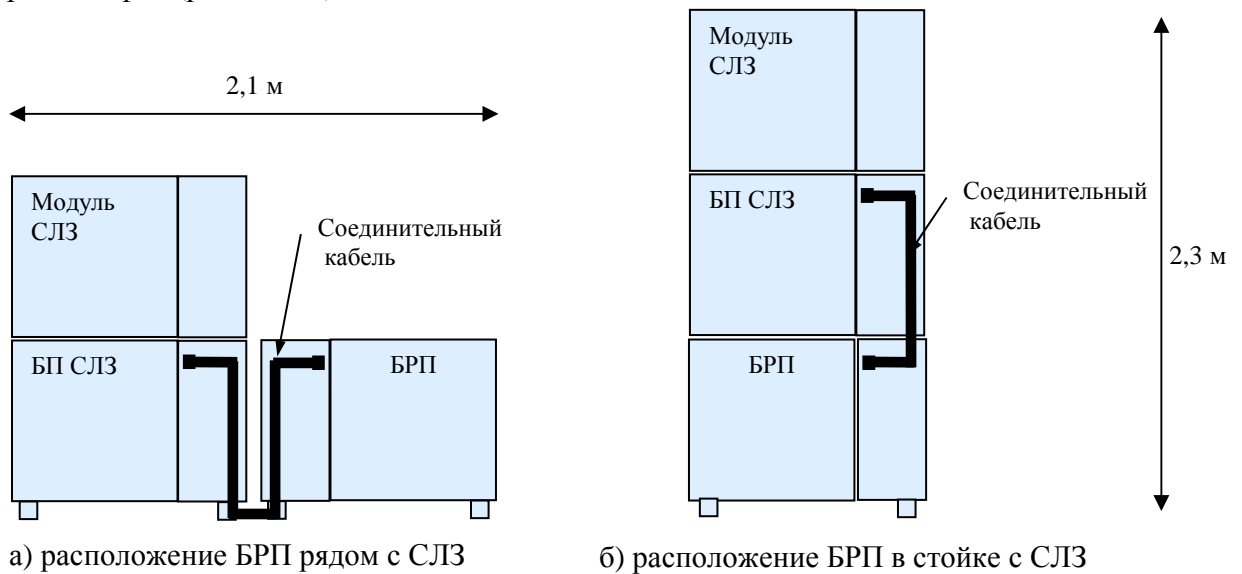

Рисунок 16.1. Расположение БРП относительно СЛЗ-64А.
БРП может устанавливаться рядом справа от СЛЗ (рис.16.1-а) или нижним рядом в стойке из трёх шкафов (рис.16.1-б).
- Перевести выключатель «ON/OFF» на зарядном устройстве (рис.16.1) в положение ON. Проконтролировать свечение индикатора Power. Он должен светиться оранжевым (идет заряд) или зеленым (аккумуляторы заряжены) цветом. **При све-**